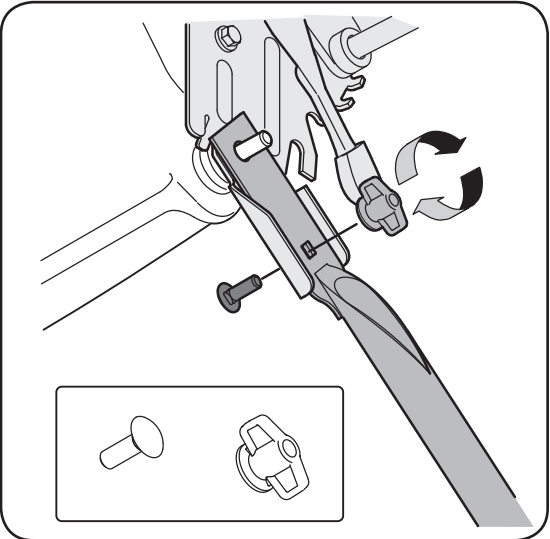

Figure 3-2
2. Placez un boulon ordinaire (dans le sachet de boulonnerie fourni avec la machine) dans le trou supérieur du support de montage de droite du guidon, en procédant de l'intérieur vers l'extérieur. Voir la Figure 3-2. Maintenez-le en place avec un écrou à oreilles en plastique (boulons en forme d'étoile). Répétez de l'autre côté.